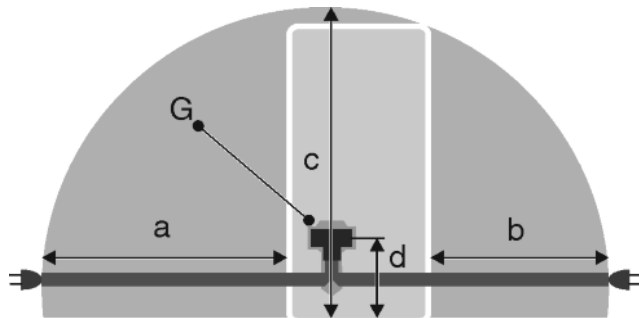

Fig. 29
- Розетка знаходиться за межами зони задньої стінки пристрою у заданому діапазоні Fig. 29 (a, b, c).
- ▶ Штекер пристрою Fig. 29 (G) вставити на задній стінці пристрою. Слід звернути увагу на належну фіксацію.